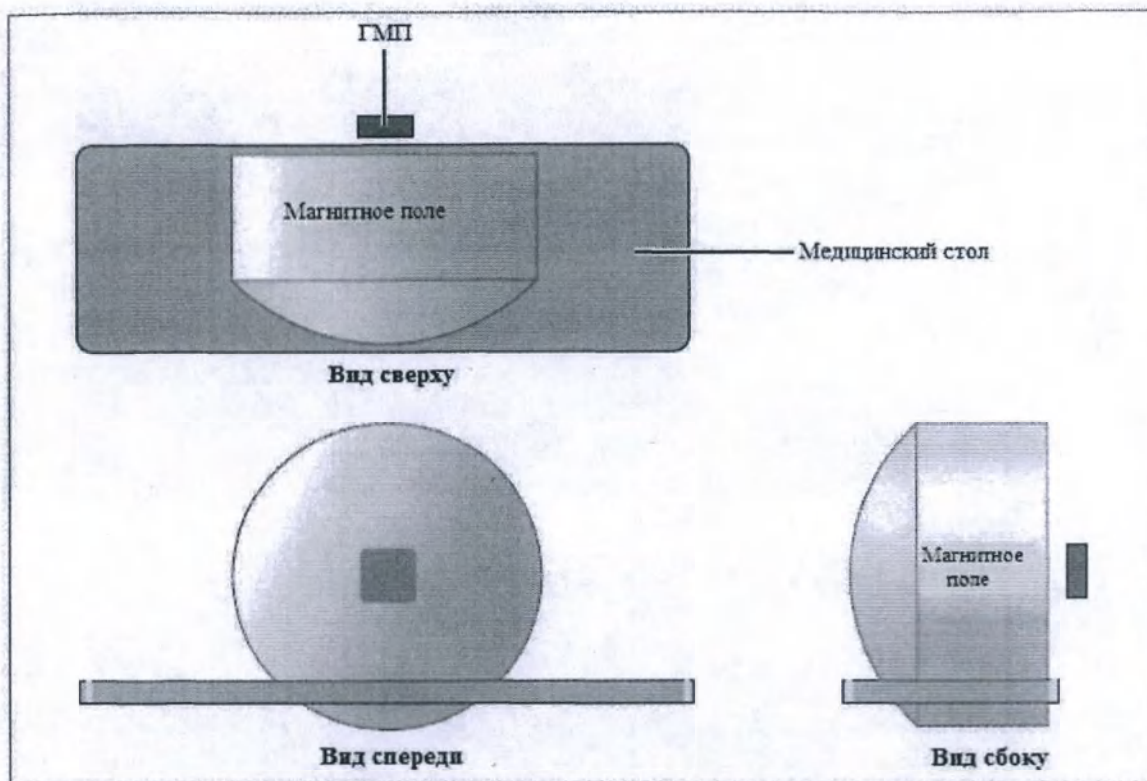

Рисунок 22. Схематические изображения. Распространение магнитного поля, испускаемого ГМП.
1. Убедитесь, что ГМП расположен правильно. Двигая кронштейн подставки-стойки мобильной ГМП, отрегулируйте положение таким образом, чтобы пациент попадал в магнитное поле, генерируемое ГМП (см. рисунок 22).
- Если часть эндоскопа находится вне магнитного поля, см. рисунок 22, или повреждена, этот участок отображается пунктиром (см. рис. 30)